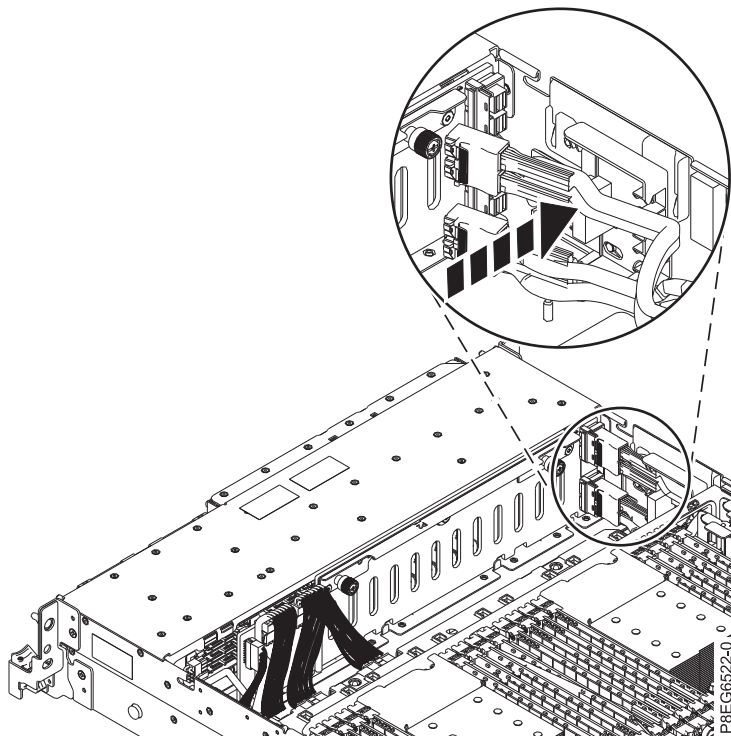

Figura 8. Reinstalación de los cables SAS frontales
6. Vuelva a poner el cable SAS frontal en el bloque de guía de la parte lateral del chasis, como se muestra en la Figura 8.